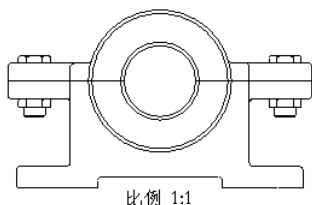

图 3.12.30 主视图
Step2. 在系统 **选取绘制视图的中心点。** 的提示下，在屏幕图形区选取一点，在弹出的“绘图视图”对话框中，设置视图方位为“FRONT”，比例值为 1.0，视图显示模式为 **消隐**，切线显示模式为 **无**，设置完成后单击 **确定** 按钮，主视图如图 3.12.30 所示。